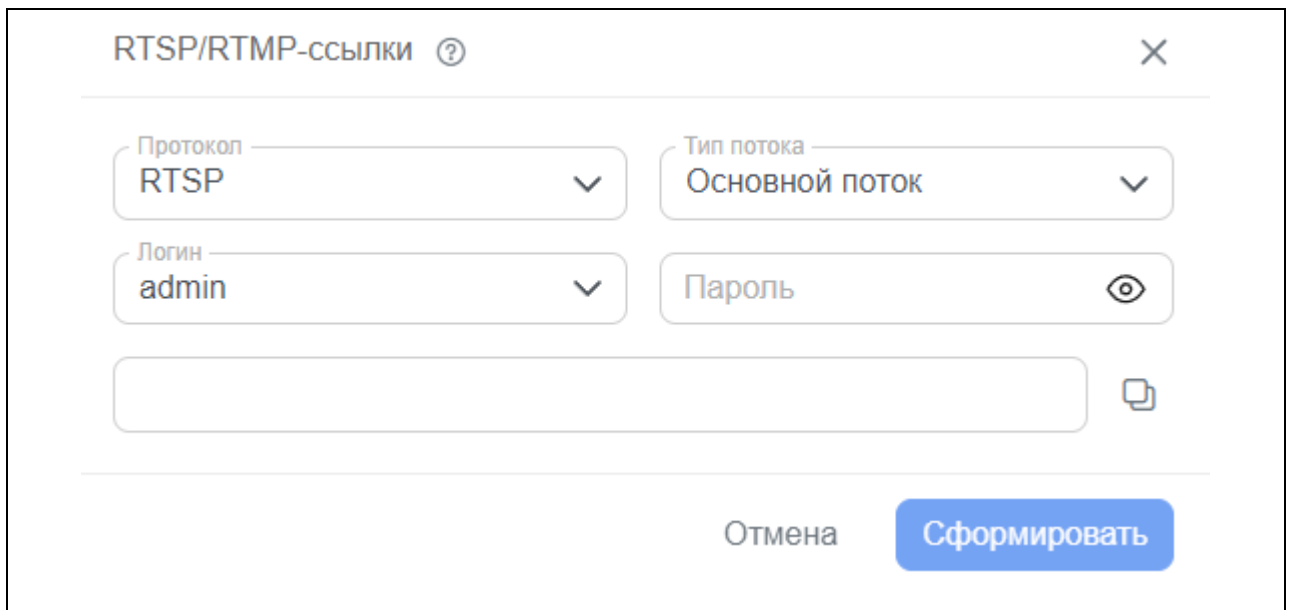

Рисунок 7 – Формирование RTSP/RTMP ссылок
**Сформировать** – кнопка для формирования RTSP/RTMP ссылок. При нажатии на кнопку появится окно для выбора протокола, типа потока, логина пользователя из списка, окна для ввода пароля пользователя (Рисунок 7 – Формирование RTSP/RTMP ссылок). Ссылка сформируется после нажатия на кнопку «Сформировать».